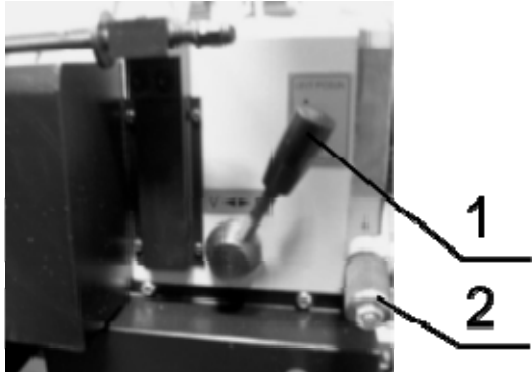

Рисунок 5.
**Рукоятка изменения направления вращения ходового винта 2:** Для переключения необходимо оттянуть рукоятку и произвести переключение. Рукоятка в нижнем положении – ходовой винт и шпиндель вращаются в противоположные стороны. Рукоятка в верхнем положении – ходовой винт и шпиндель вращаются в одном направлении. Рукоятка в нейтральном положении – ходовой винт не вращается. (см. рис.5).
Перед первым включением станка выберите один из двух диапазонов скорости вращения шпинделя рукояткой 1 (рис.5).